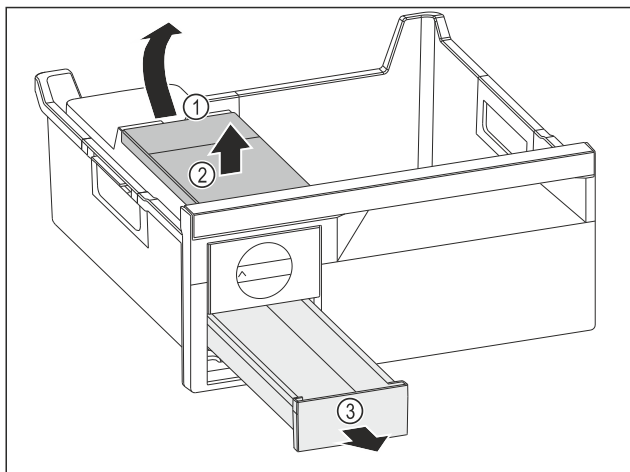

Fig. 140
- Wassertank entnehmen: Wassertank an der Aussparung Fig. 140 (1) anheben.
- Wassertank Fig. 140 (2) nach oben entnehmen.
- Eiswürfelschubfach Fig. 140 (3) nach vorne entnehmen.